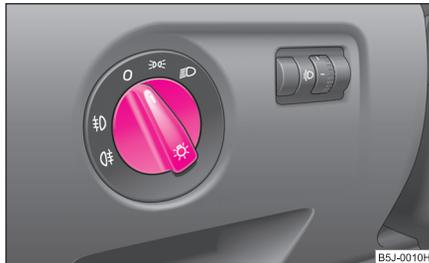

Abb. 33 Schalttafel:
- Drehen Sie den Lichtschalter  $\Rightarrow$  Abb. 33 in Stellung  $\Rightarrow$ .
- Drehen Sie den Lichtschalter in Stellung 0  $\Rightarrow$  Abb. 33.
- Schalten Sie den Lichtschalter in die Stellung Standlicht  $\Rightarrow$  oder Abblendlicht  $\Rightarrow$   $\Rightarrow$  Abb. 33.
Bei Fahrzeugen mit **Rechtslenkung**\* weicht die Anordnung der Schalter zum Teil von der in  $\Rightarrow$  Abb. 33 gezeigten Anordnung ab. Die Symbole, die die Schalterstellungen markieren, sind jedoch gleich. ▶